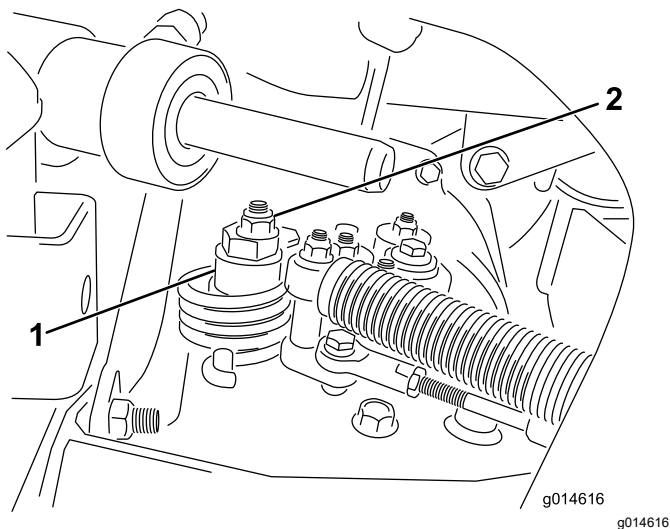

Figura 37
A. Allentate il dado che fissa l'eccentrico alla parte superiore dell'igrostatò (Figura 37).
C. Fate girare l'eccentrico finché non riscontrate movimenti in alcuna direzione. Quando la ruota cessa di girare, serrate il dado di bloccaggio dell'eccentrico per mantenere la messa a punto (Figura 37). Verificate la regolazione portando l'acceleratore in posizione di MINIMA e MASSIMA.